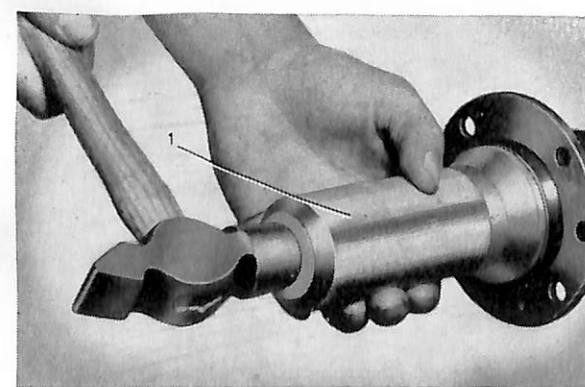

Bild 30. Mont. av lagerring.
3. Packa in lagren med värmebeständigt fett. För in drivaxlarna i bakaxelkåpan. Driv in lagrens ytterringar med monteringshylsa SVO 2205, se bild 30.